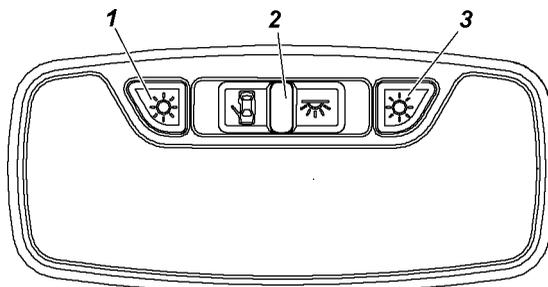

Рис. 3.26. Блок освещения салона: 1 -выключатель левой секции; 2 -переключатель режимов общего освещения; 3 -выключатель правой секции
**Блок штурманских ламп** включает в себя секции индивидуального освещения водителя и переднего пассажира. Левая и правая секции индивидуального освещения, включаются нажатием выключателей, 1 или 3 (рис. 3.26) соответственно.